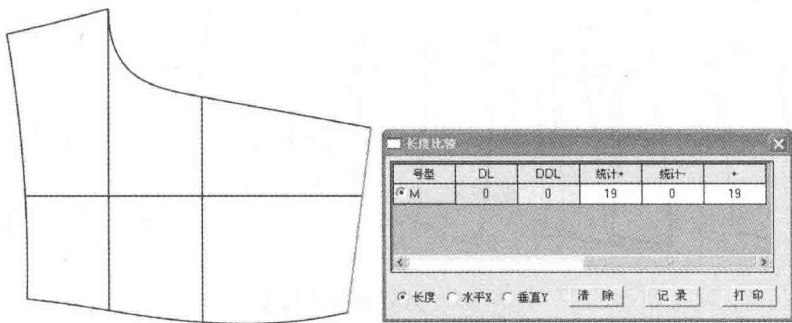

图 7-120 测量后腰围尺寸
(39) 选择  【比较长度】工具点击腰口线, 测量出后腰口线长度为 19cm (图 7-120)。
(40) 选择  【智能笔】工具按着【Shift】键, 进入【三角板】功能。左键点击腰口线的一端拖到另一端, 在腰口线二分之一处垂直画出 5cm 一条省线。